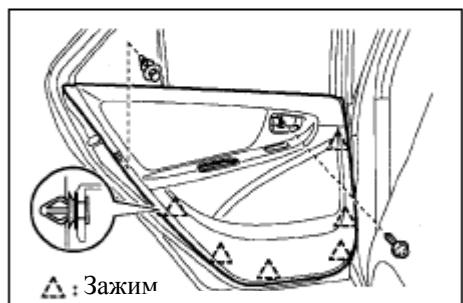

Рис. 584
b. С помощью отвертки с плоским концом снимите 6 распорных втулок, и снимите боковую накладку левой задней двери, держа ее в вертикальном положении (рис. 584).